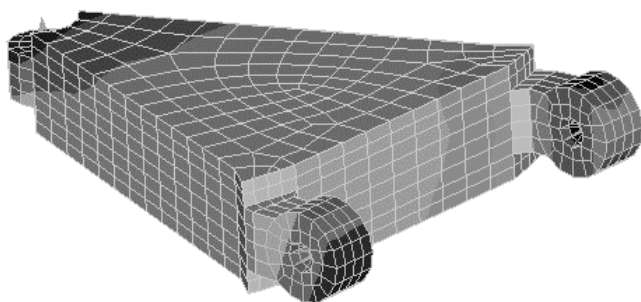

图 8-25 单元位移云图
(2) 单击 Close 按钮关闭信息窗口。查看模型的变形形状有助于判断边界条件是否正确定义及模型是否按期望变形。第 1 页是优化结果，第 2、3、4 页可以查看分析结果。
(3) 单击工具栏 Next page () 按钮进入下一页面。第 2 页显示 `carm_complete_s1.h3d` 文件结果。注意，此页名为 Subcase 1 – brake，其结果与子工况 brake 对应。
(4) 单击工具栏 Contour () 按钮。
(5) 单击激活 Result type: 栏第一个下拉菜单并选择 Displacement [v]。
(6) 单击激活第二个下拉菜单，并选择 Mag。
(7) 单击 Apply 按钮显示位移云图，如图 8-25 所示。